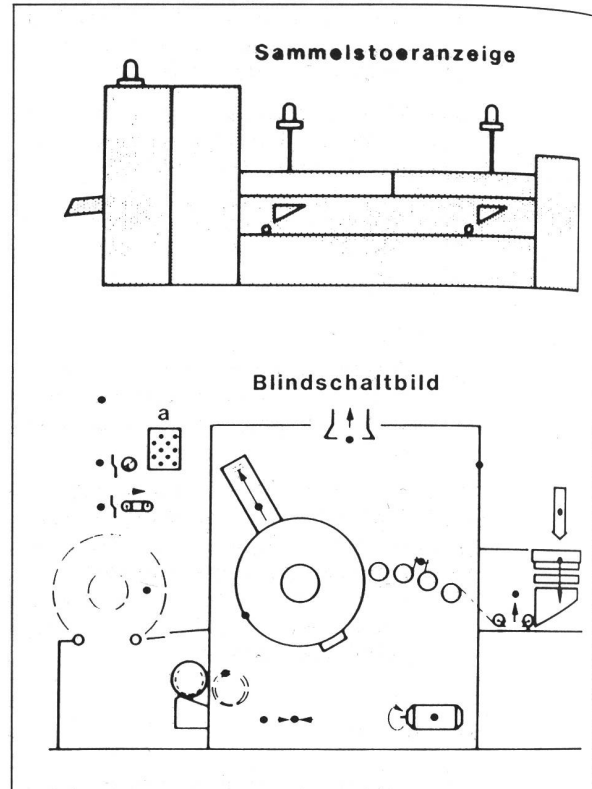

Abb. 6
5.4 Alle Maschinenfunktionen ausser dem Ansetzen der Streckenbänder erfolgen automatisch. Die Wickel werden vollautomatisch in das Wickeltransportsystem eingesetzt. Sammelstöranzeige und Blindschaltbilder erlauben dem Personal das rasche Erkennen der Störungen und deren Behebung (Bild 6).